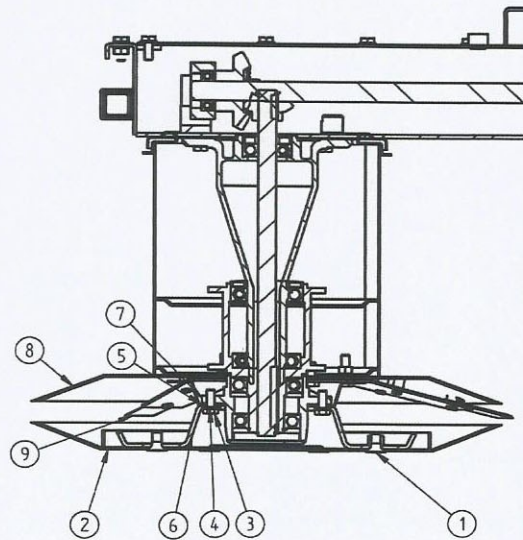

Abbildung 6. Einstellung der Schnitthöhe.
Die Schnitthöhe kann eingestellt werden. Zur Einstellung der Schnitthöhe dient die Distanzscheibe (Abb. 6 Pos. 5), die an der Trommel zwischen der Nabe des Gleittellers (Abb. 6 Pos. 7) und dem Stützteller (Abb. 6 Pos. 6) befestigt ist.
1. Lösen Sie die Innensechskantschrauben M12x25 (Abb. 6 Pos. 1) und entfernen Sie den Gleitteller (Abb. 6 Pos. 2).
2. Lösen Sie die Befestigungsschrauben des Stütztellers (Abb. 6 Pos. 3) M10x25 und nehmen Sie diesen ab.